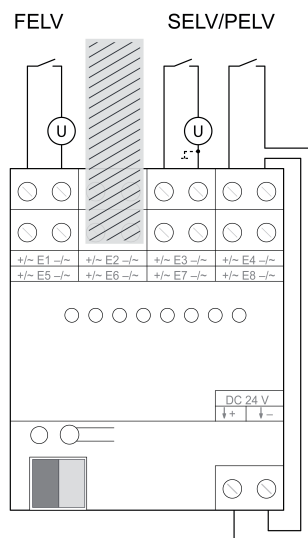

Figura 5
- Tra gli ingressi collegati con i circuiti SELV/PELV e FELV, lasciare inutilizzati due ingressi (figura 5).